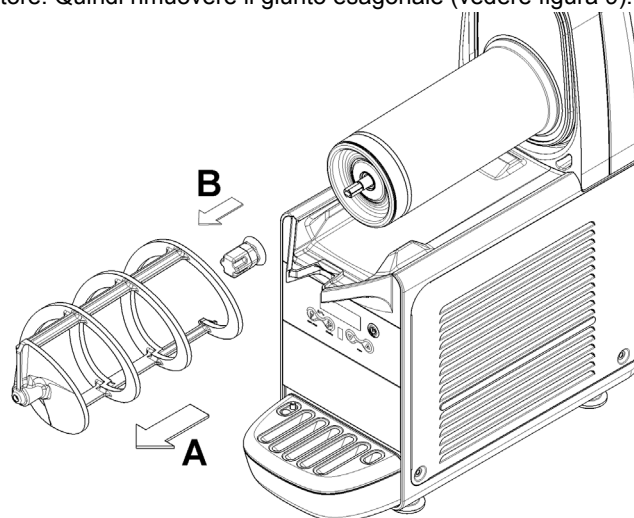

figura 9
- 3 Rimuovere il mescolatore sfilandolo dal cilindro evaporatore. Quindi rimuovere il giunto esagonale (vedere figura 9).